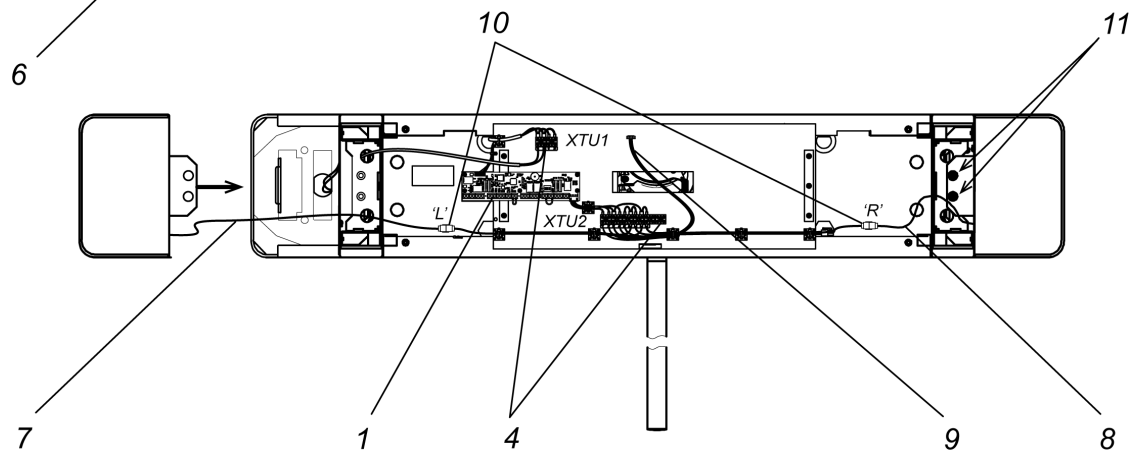

Рисунок 19. Схема прокладки кабелей в стойке турникета
- зафиксируйте боковой модуль при помощи двух винтов М5×12 с двумя шайбами каждый – пружинной и плоской увеличенной (см. позицию 11 на рис. 19), винты и шайбы входят в комплект поставки основной стойки турникета;
- присоедините разъем кабеля индикации от бокового модуля к соответствующему (правому «R» или левому «L») разъему кабеля индикации от основной стойки (10 на рис.19).
16. Установите на место основную крышку турникета (2), см. разд. 6.